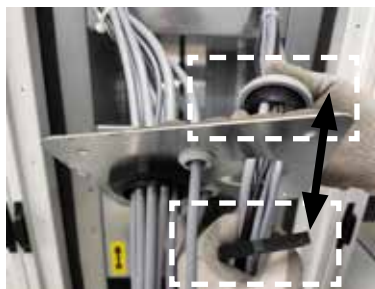

Рис. 1.3
- Снять кабельные сальники с пластины (рис. 1.3)